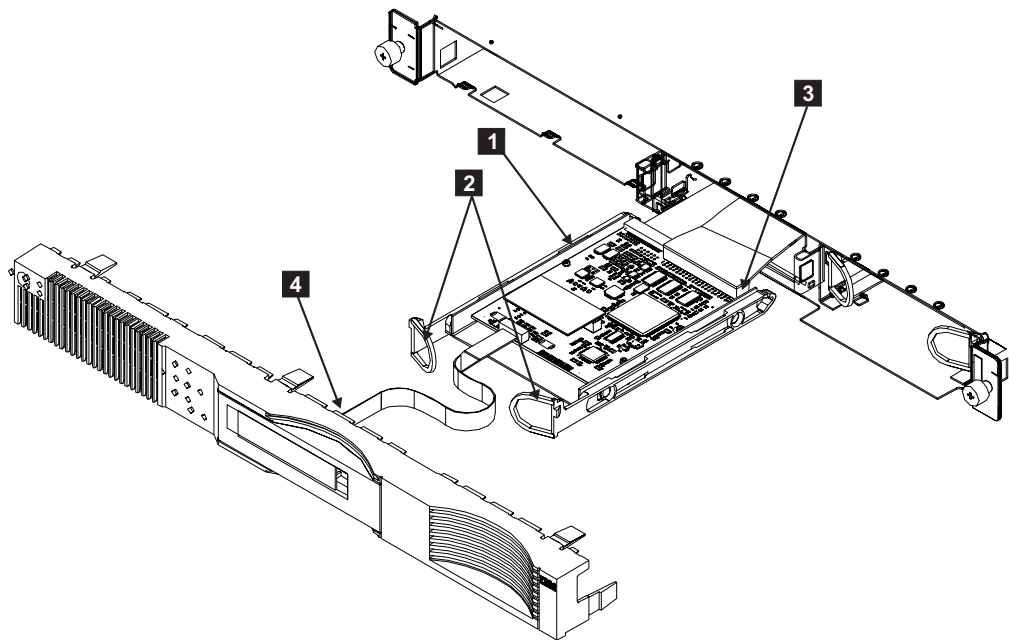

図 95. SAN ボリューム・コントローラー 2145-4F2 サービス・コントローラーの交換
1. サービス・コントローラー **1** を慎重に SAN ボリューム・コントローラー 2145-4F2 に押し込みます。図 95 を参照してください。